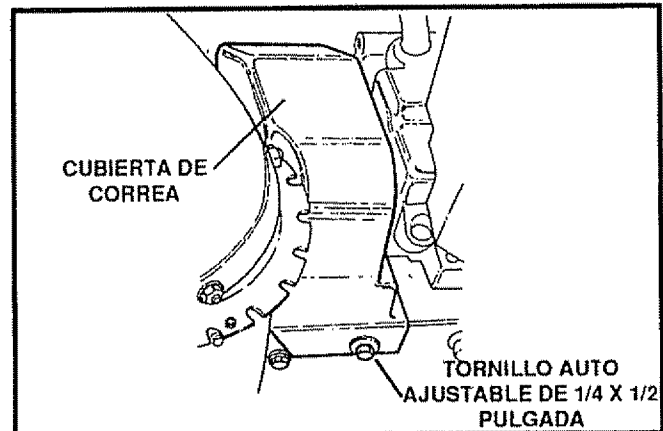

FIG. 28
- Remueva la cubierta de la correa (Véase Fig. 28, página 20).
- Remueva la cubierta de la correa (Véase Fig. 28)
- Remueva la cubierta de la correa (Véase Fig. 28 on pagina 20).